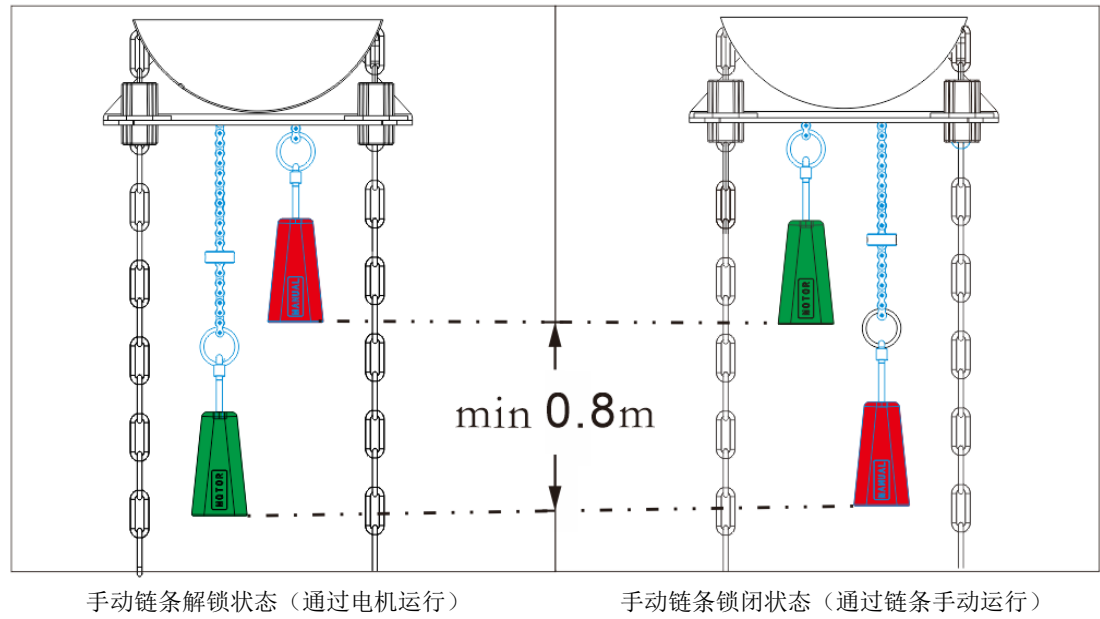

图 1
1) 手动拉带“MANUAL”字样的红色手柄，向下运行距离最少 0.8 米（如图 1）且遇到较大阻力时停止（最大拉力 250N），如图 2-1。
3) 手动拉带“MOTOR”字样的绿色手柄，向下运行距离最少 0.8 米（如图 1）且遇到较大阻力时停止（最大拉力 250N），如图 2-4。